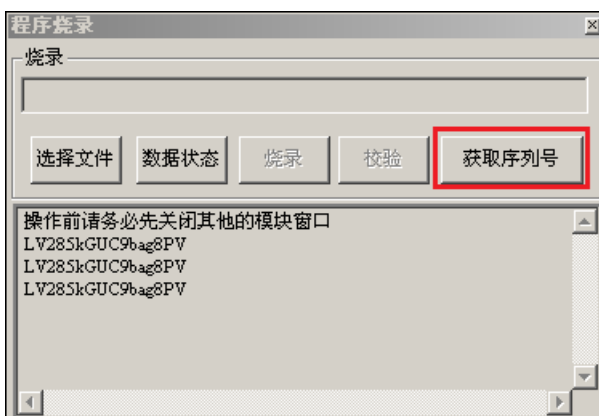

图 4-23 固件升级对话框
- (2) 在MCT2008软件主界面点击菜单“工具”->“程序烧录”，将会弹出程序烧录对话框，如图4-23所示。